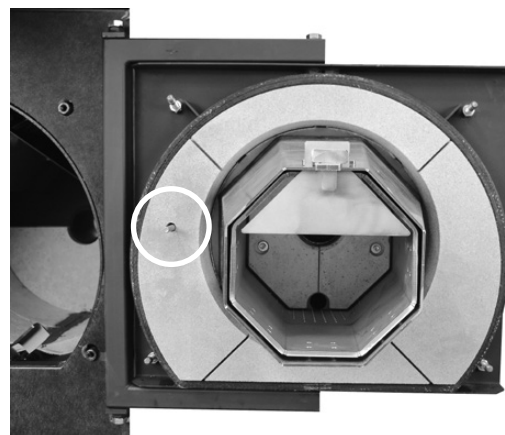

Bild 11
12. Rückstände im Brenner sorgfältig herausaugen - vor allem im hinteren Bereich (direkt unterhalb der Einschubschnecke); es dürfen keine Rückstände in den Luftlöchern verbleiben. Brenner auch oben absaugen. Asche am Brennkammerfühler (Bild 11) abwischen.
2. Stecker abziehen (A)
3. Flügelmuttern lösen (B)
4. Abgas-Sammlerdeckel lösen (C)
5. Asche heraussaugen (D, Bild 11)